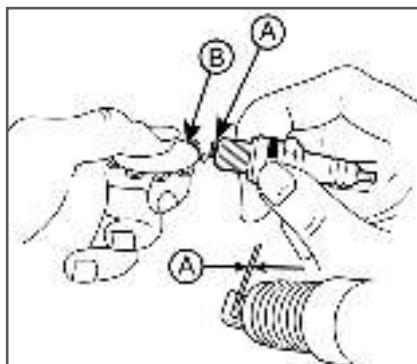

Рис. 13 Обслуживание свечи зажигания
- Измерьте зазор между электродами свечи зажигания специальным щупом. Зазор должен быть 0,7-0,8 мм (Рис. 13). При увеличении или уменьшении требуемого зазора, рекомендуется заменить свечу, так как регулировка зазора может привести к изменению качества искрообразования.